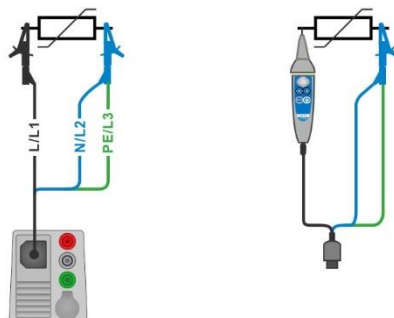
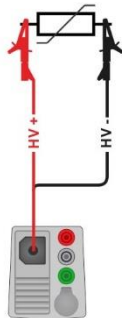

Abbildung 7.18: Anschluss des 3-Leiter Prüfadapters und der Commander-Prüfspitze (Bereich: 1000 V)
Abbildung 7.19: Anschluss der 2,5 kV Prüfleitung (Bereich: 2500 V)
- › Schließen Sie die Prüfleitungen am Prüfling an (siehe **Abbildung 7.18** und **Abbildung 7.19**).